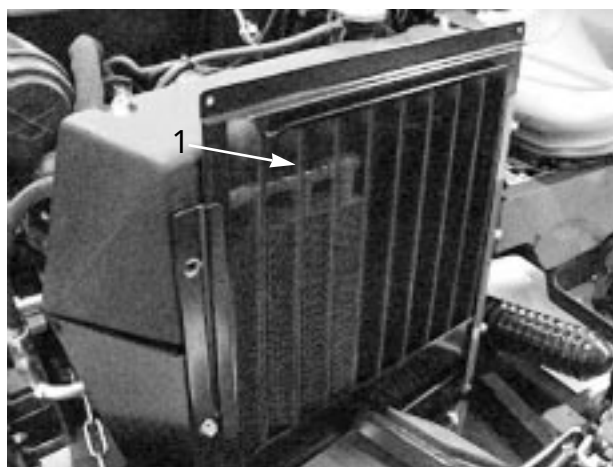
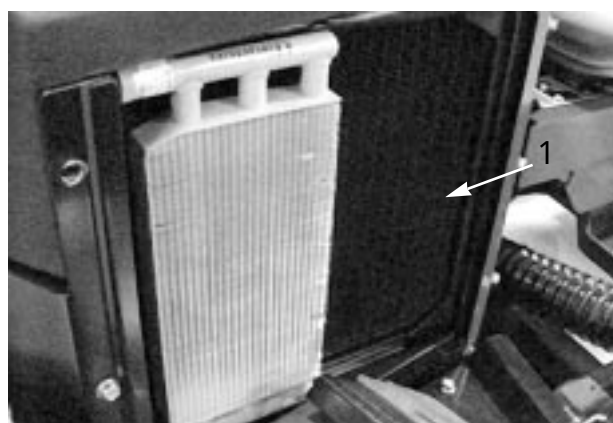

図 23
図 24
1. ラジエター（図24）スクリーン（図23）、オイル・クーラ（図24）に付いているホコリを取る。この部分は毎日の点検清掃が必要、ホコリの多い環境では数時間おきに点検する。清掃要領については40ページを参照のこと。